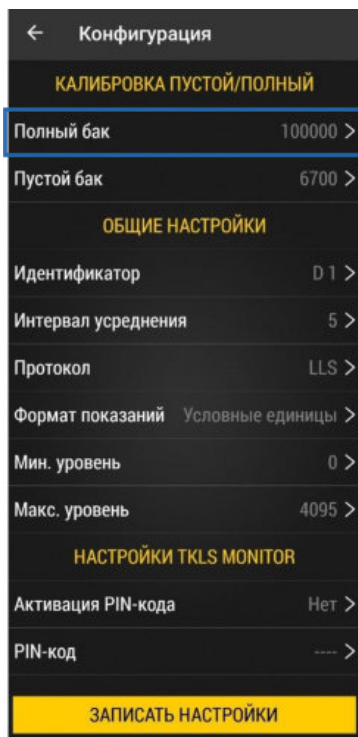

Рис.19. Меню «Конфигурация».
- Убедитесь, что датчик подключен к мобильному приложению и в меню «Конфигурация» выберите «Полный бак» (**Рис.19**).